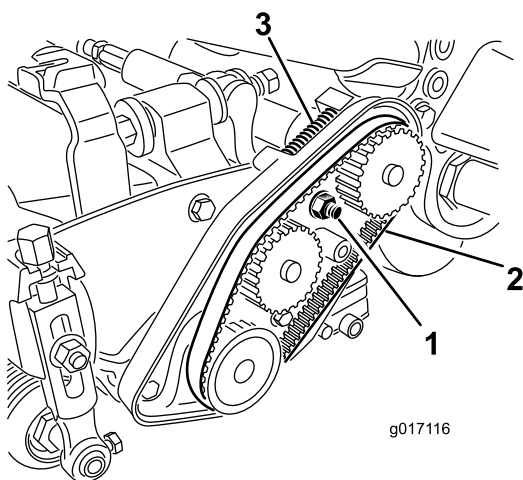

Figura 17
3. Allentate il dado dell'alloggiamento dei cuscinetti (Figura 17).
- Rimuovete la cinghia (Figura 17).
- Accertatevi che la molla di compressione metta in tensione la cinghia (Figura 17).